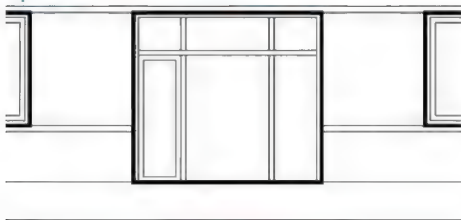

图 4.32 移动矩形
③ 在指定第二个点或 使用第一个点作为位移: 提示下, 输入 “@ 80, 80” 并按 Enter 键结束命令, 这样将矩形向右向上移动, 水平向右偏移 80mm, 垂直向上偏移 80mm, 结果如图 4.32 所示。